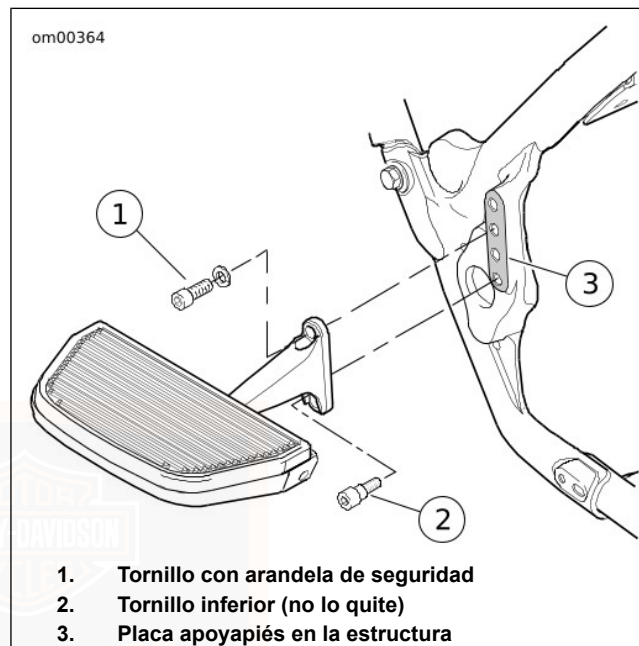

Figura 25. Placa apoyapiés del pasajero
1. Vea Figura 25. Extraiga el tornillo con casquillo con la arandela de seguridad de la parte superior de la pieza de soporte de la placa apoyapiés. No extraiga el tornillo inferior.